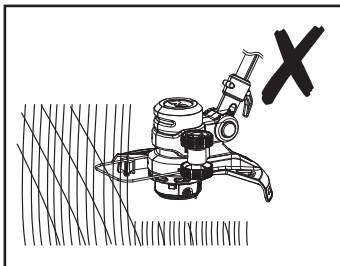
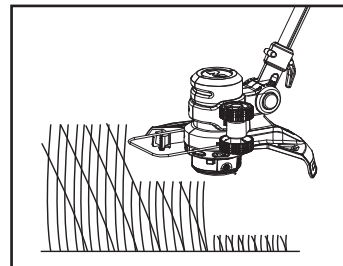

Fig. 18
Fig. 19
7. S'assurer que le dispositif de coupe reste propre et exempt de débris de coupe pouvant le bloquer. Vérifier régulièrement. Relâcher l'interrupteur marche / arrêt (2) et débrancher le produit de l'alimentation électrique avant de procéder à la vérification.
8. Ne pas couper les herbes hautes en une seule fois (Fig. 18). Pour des résultats optimaux, couper les herbes hautes en plusieurs étapes (Fig. 19).